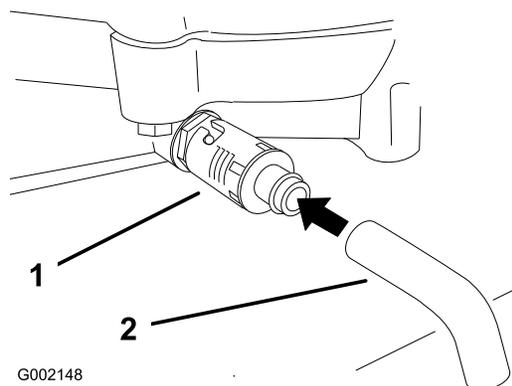

Figure 41
5. Placez un bac sous la vidange. Tournez le robinet de vidange d'huile pour permettre à l'huile de s'écouler (Figure 41).